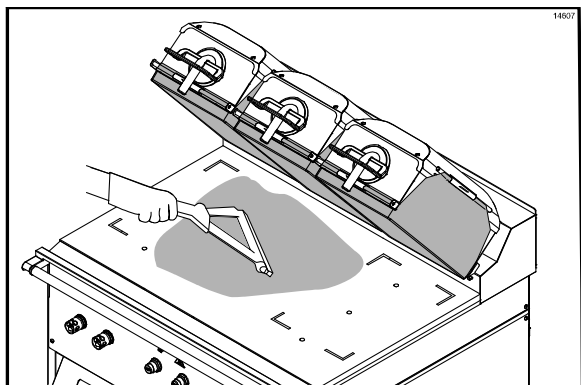

Figura 73
48. Usando um rodo de limpeza, espalhe os flocos sobre a área de cozimento. (Veja a Figura 73.)